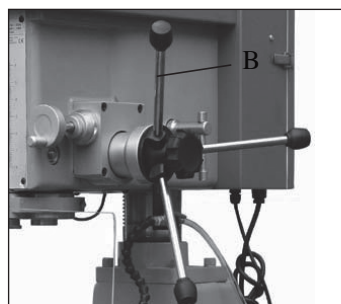
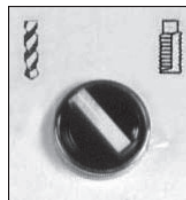

Bild 5.
Bild 5.1
1. Ta tag i spakens knapp (B-Fig.5) och dra nedåt.
3. Använd spaken (B-Fig.5) för att kontrollera höjningen när spindeln höjs upp.
7. Använd spakarna för nedåtmätning av spindeln (B-fig. 5) för att sänka ned borrspetsen mot arbetsstyckets yta och håll kvar den där.
13. Använd djuphandtaget (B-fig. 5) för att sänka ner fräserverktyget till arbetsstycket och lås fast det genom att vrida på djuplås-vredet (O-fig. 5.1). Djupanslaget är nu fixerat på noll.
- Använd djuphandtaget (B-fig. 5) för att sänka ned borrarpeten mot arbetsstyckets yta och lås pinolen med hjälp av låshandtaget (R-Fig.8).
- Använd djuphandtaget (B-fig. 5) för att sänka ned gängtappen mot arbetsstyckets yta och lås pinolen med hjälp av låshandtaget (R-Fig.8).
- Ställ in djupanslaget genom att vrida på vredet (8) för gängning på önskat djup.
- Sänk spindeln ca 100 mm och lås med hjälp av pinollåset 5.3 (R) eller låsvredet (O-fig. 5.1) på spakarna för nedåtmatning.